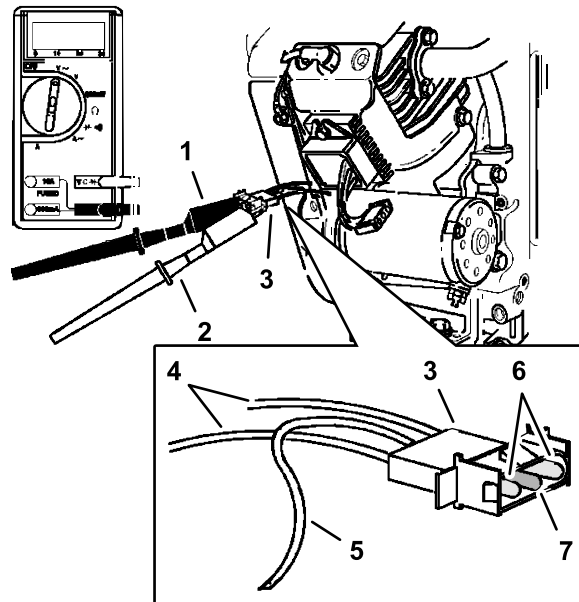

Figura 106
5. Conecte las sondas de prueba roja y negra a los 2 terminales de salida CA (cables amarillos) del conector, como se muestra en la Figura 106.
6. Conecte la sonda de prueba roja al terminal de salida CC rojo del conector (Figura 106).